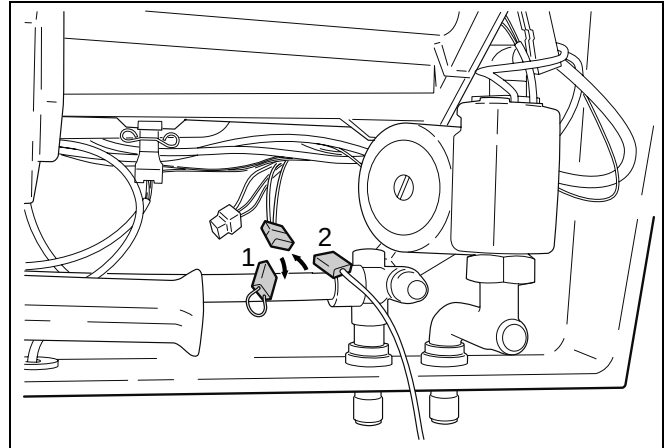

Abb. 18 Warmwasserfühler FB für externen Speicher-Wassererwärmer
- Brückenstecker entfernen (Abb. 18, Pos. 1).
- Verlängerungskabel, 3 m Länge (Abb. 18, Pos. 2), für Warmwasserfühler an den Stecker anschließen und Fühler in den Speicher montieren.